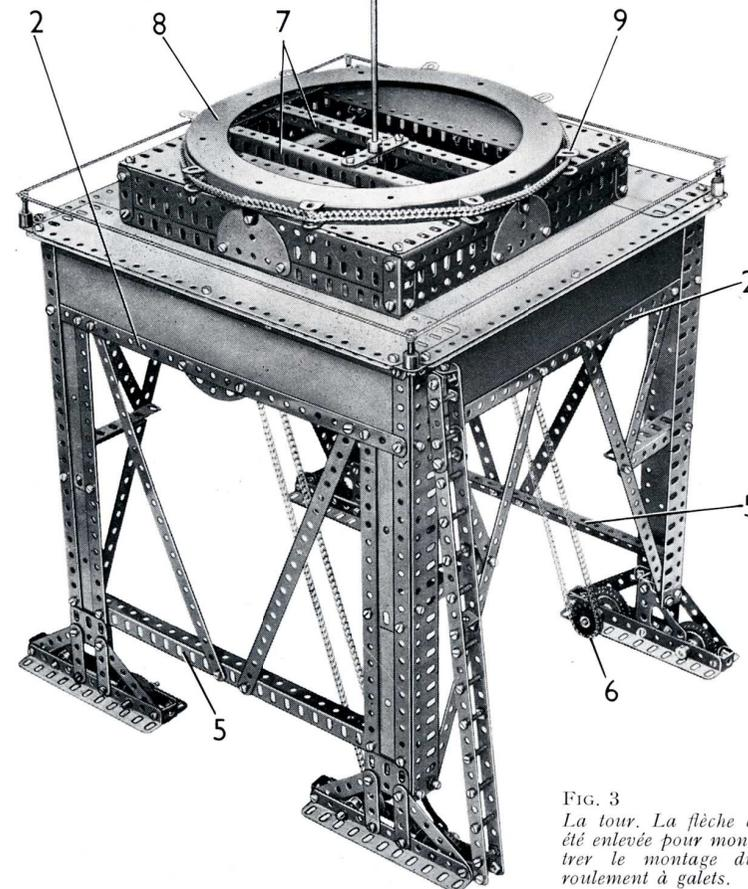

FIG. 3
Les montants sont réunis à leurs extrémités supérieures par des plaques-bandes de 25 trous qui sont bordées par des cornières de 25 trous (1) et par des bandes de 25 trous (2). L'assemblage des cornières (1) est renforcé par des grands goussets d'assemblage boulonnés sur les cornières, et une plaque-bande de 25 trous est fixée sur chacune des cornières (1) comme le montre la figure 3.
Chacun des côtés de la plate-forme surélevée située au sommet de la tour est formé par une cornière de 19 trous et par une poutrelle plate de 19 trous. Ces pièces sont réunies à leurs extrémités par des cornières de 3 trous, et deux plaques-bandes de 19 trous et deux cornières de 19 trous (7) (fig. 3) sont boulonnées au travers du carré ainsi obtenu. Les cornières de 19 trous de deux des côtés sont fixées sur le dessus de la tour, et les poutrelles plates de 19 trous des deux autres sont réunies au sommet par des cornières de 7 trous.
19 mm, fixés chacun sur le rebord extérieur d'une bande coudée par deux écrous. La roue à boudin est tenue écartée du rebord par une rondelle et par un troisième écrou placé sur le boulon. Les roues à boudin sont placées entre les bords intérieurs des couronnes (8) et (24) (fig. 3 et 5).